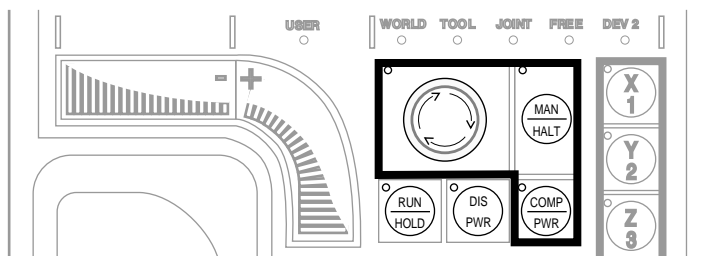

Figura 4-4. Pulsanti di controllo modalità
2. Premere il pulsante MAN/HALT (vedere la Figura 4-4) diverse volte finché non si accenda il LED JOINT.